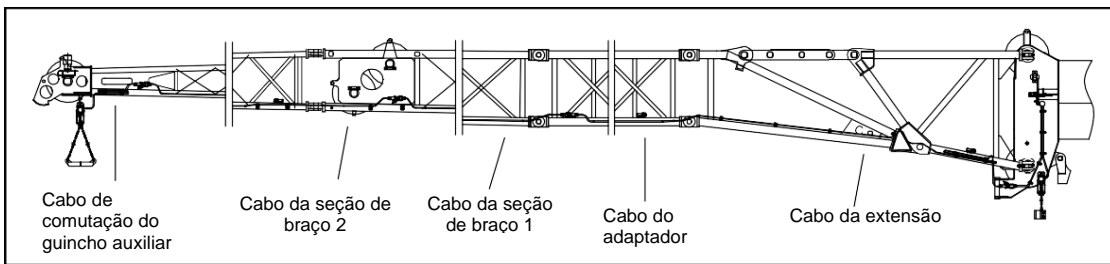

Figura 5-18 Conexão de cabo do adaptador e braço
- Conecte o cabo de acordo com as instruções apresentadas acima. Consulte a figura 5-18.